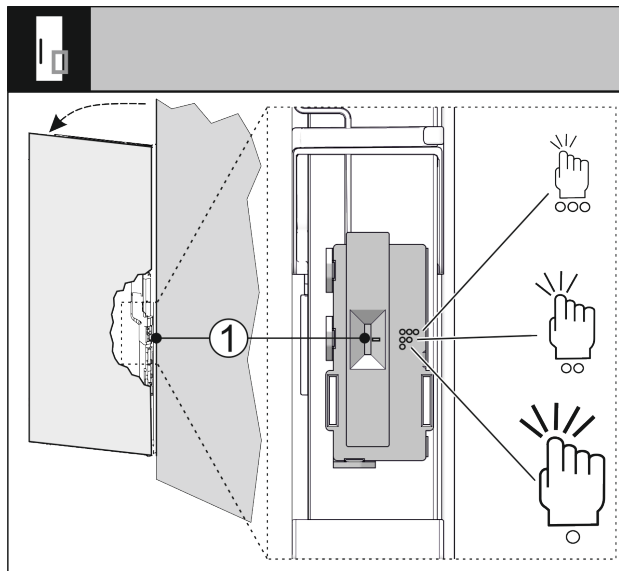

Fig. 71
Občutljivost signala trkanja lahko nastavite s stikalom Fig. 71 (1). Stikalo je na strani tečajev na spodnji tretjini vrat.
► Stikalo Fig. 71 (1) potisnite v želeno postavitev stikala.